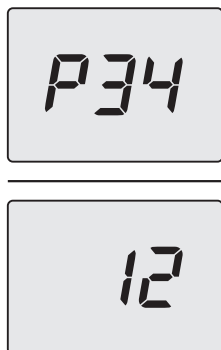

Figura 9.4
- Scorrere i vari parametri utilizzando i tasti 14 (indietro) o 16 (avanti) fino a far apparire sul display LCD le lettere **P34** che si alternano con il valore del parametro (Figura 9.4).